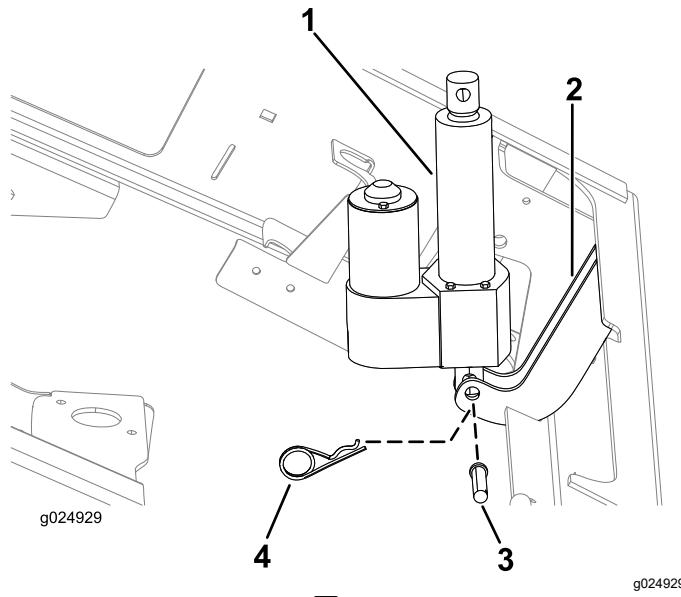

図9
1. アクチュエータの下側にある取りつけ穴を、シャーシ側取りつけブラケットの穴に合わせる図9。
2. 昇降アクチュエータをシャーシ側ブラケットに固定するクレビスピン2¼"とヘアピンを使用する図9。